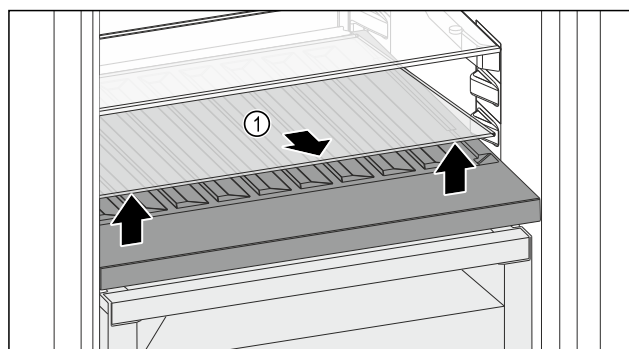

Fig. 116
- Emelje meg elől, a mélyedésnél az üveglapot Fig. 116 (1), és vegye ki.
- Biztonságosan tárolja az üveglapot Fig. 116 (1) a készüléken kívül.